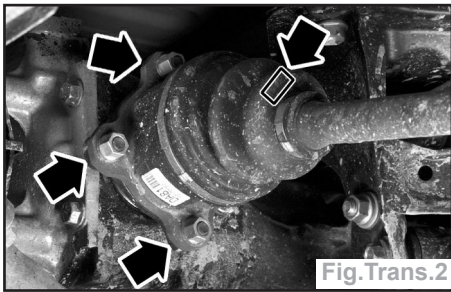

Fig. Trans. 2
- Déposer les écrous de fixation de l'arbre sur le pont puis dégager la transmission du pont et du moyeu (Fig.Trans.2).